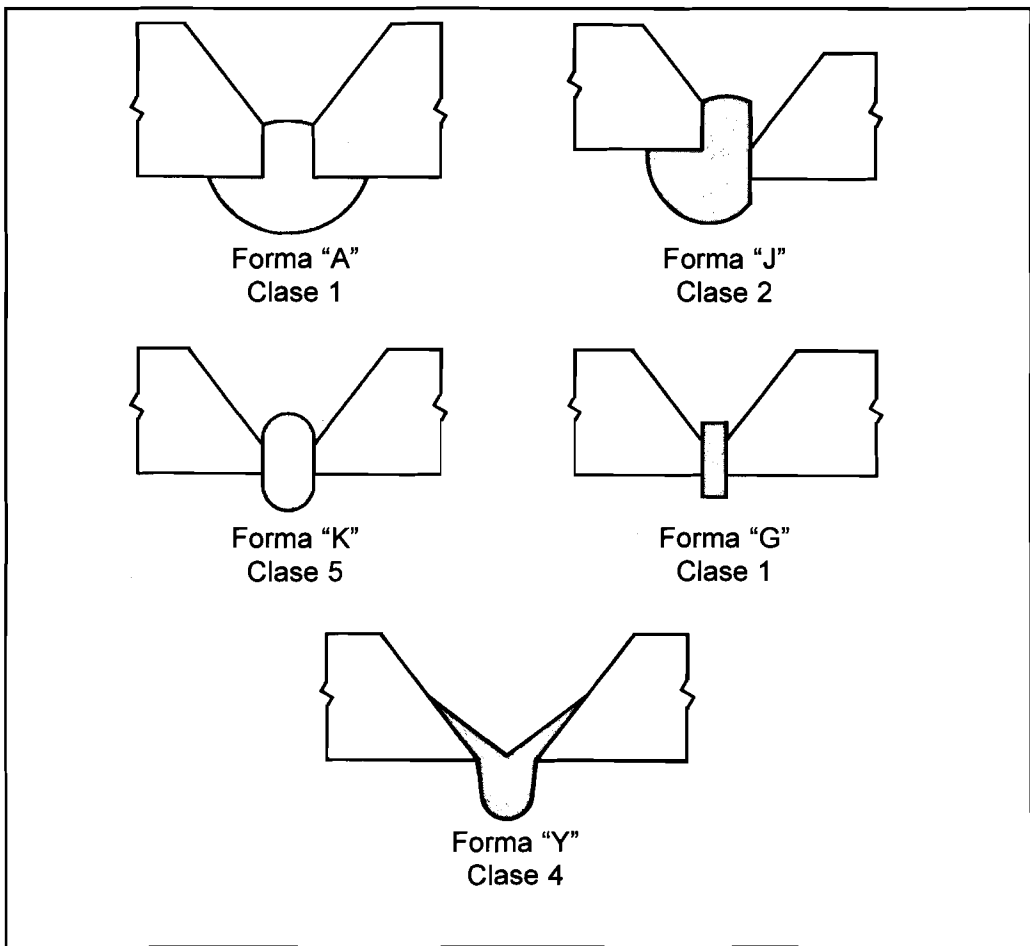

FIGURA 12.14 (A): INSERTOS CONSUMIBLES MÁS COMUNES
En la figura 12.14 (A) se indican las formas de los insertos consumibles más comunes y su disposición.